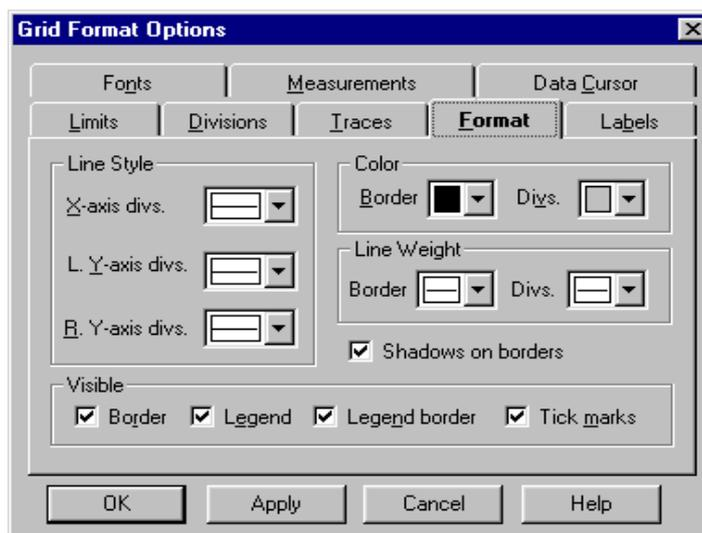

Рис. 1.14. Диалоговое окно закладки **Format**
**Закладка Format** (формат). Закладка **Format** используется для установки общего вида границы и разделов сетки (рис. 1.14). Диалог, показанный на рисунке, соответствует заданию параметров прямоугольного графика. Диалоговое окно для других типов графиков подобное.